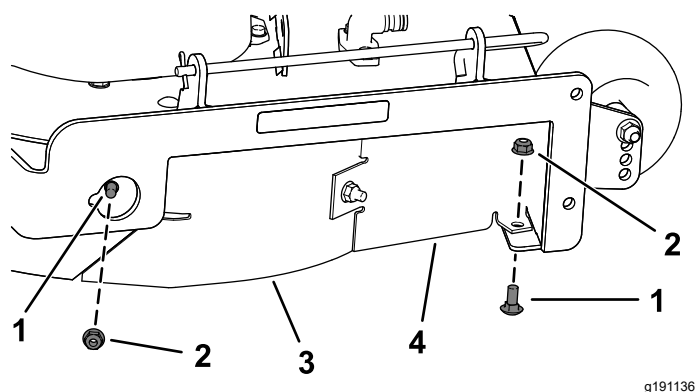

Figure 14
7. Retirez les 2 boulons de carrosserie (5/16" x 3/4") et les 2 contre-écrous (5/16") qui fixent le déflecteur droit et sa protection au plateau de coupe (Figure 14).